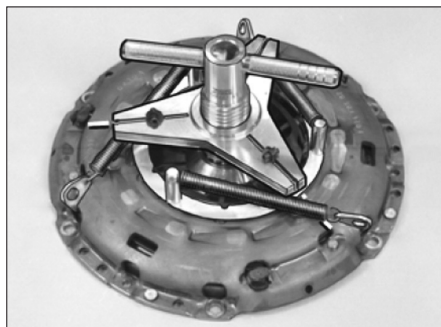

FIG. 7
- Poser les outils [2] et [3] (Fig.7).